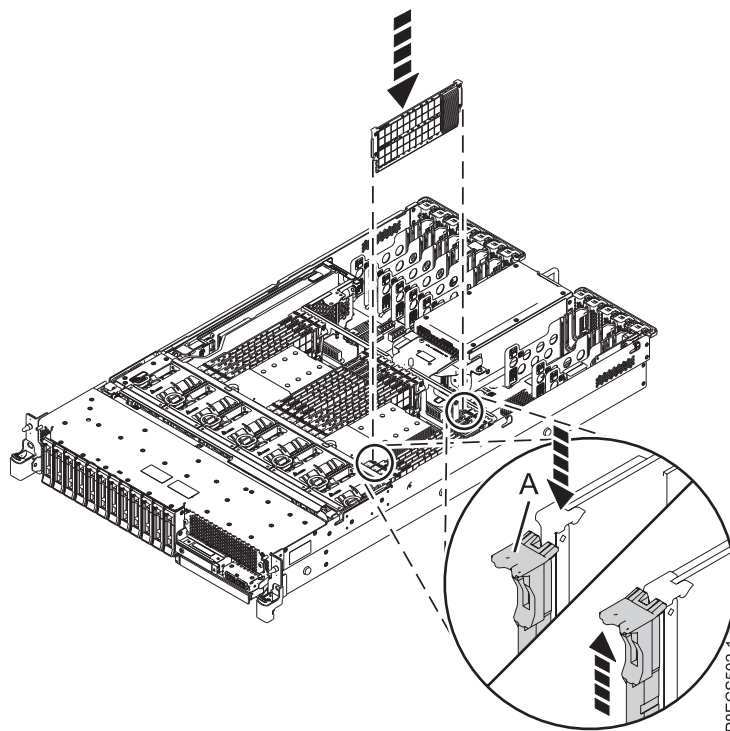

Figura 8. Instalar ou substituir um módulo de memória no sistema 5148-21L, 5148-22L, 8247-21L, 8247-22L, 8284-21A ou 8284-22A
5. Prima o módulo de memória firmemente para a ranhura até a patilha de bloqueio (A) encaixar. Consulte a Figura 8 na página 14.